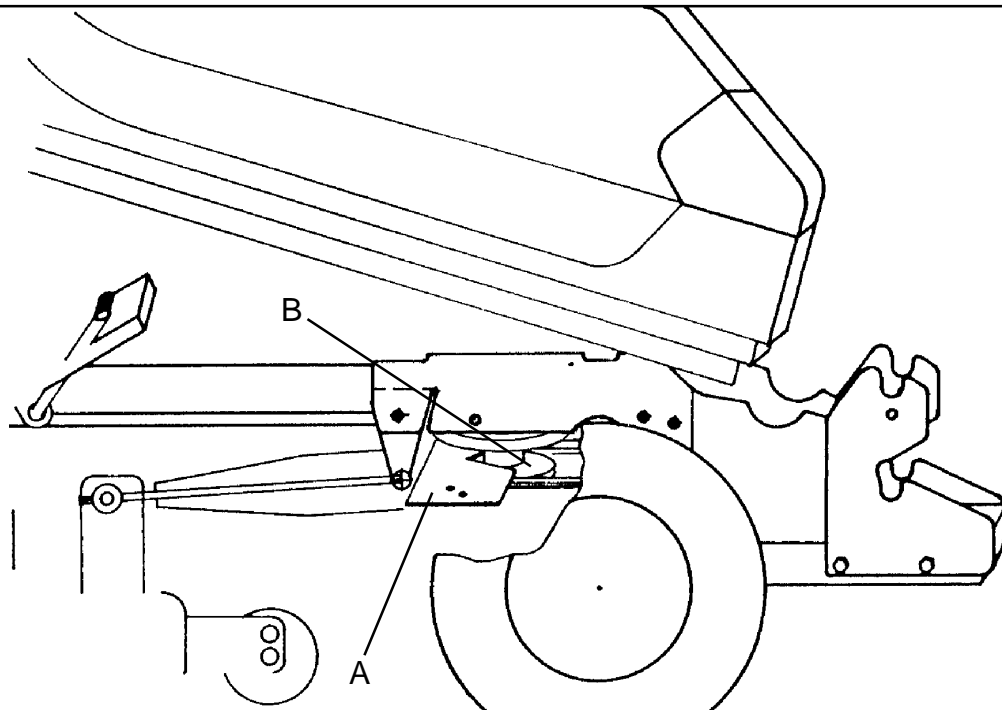

Abb. 1
Abbildung 1 bietet drei mögliche Montage-Varianten an:
1. Montage der Keilriemenscheibe an den Rasentraktor (Abb. 1 und Seite 8)
- Abdeckblech (A), wenn vorhanden, am Rasentraktor abmontieren und nach beigefügter Schablone ausschneiden.
- Abdeckblech (A) wieder in seiner vorhandenen Position am Rasentraktor festschrauben.
- Befestigungsschraube der Keilriemenscheibe (B) aus der Motorwelle herausdrehen.
- Die mitgelieferte Keilriemenscheibe (C/46) mit 2 Sechskantschrauben M 8 x 25 (51) und Muttern M 8 (52) lose vormontieren.